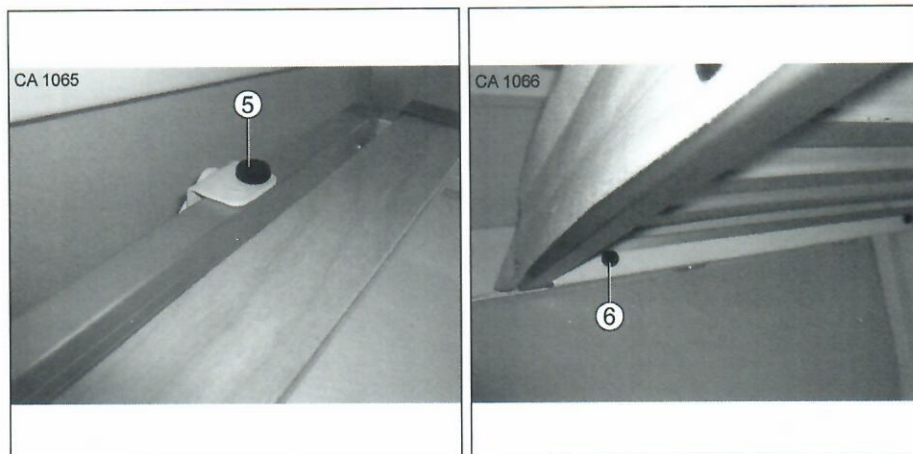

Abb. 23 Stockbett vorn aus- und einbauen Abb. 24 Stockbett hinten aus- und einbauen
3. Die Rändelschrauben (Abb. 23, Pos. 5) rechts und links rausdrehen.